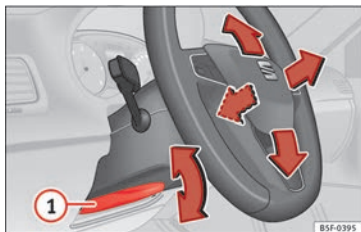

Fig. 15 Palanca en la parte inferior del lateral izquierdo de la columna de dirección.
• Ajustar la posición del volante: tire de la palanca » » **fig. 15** ① hacia abajo, mueva el volante hasta la posición deseada y vuelva a subir la palanca hasta el punto de cierre.